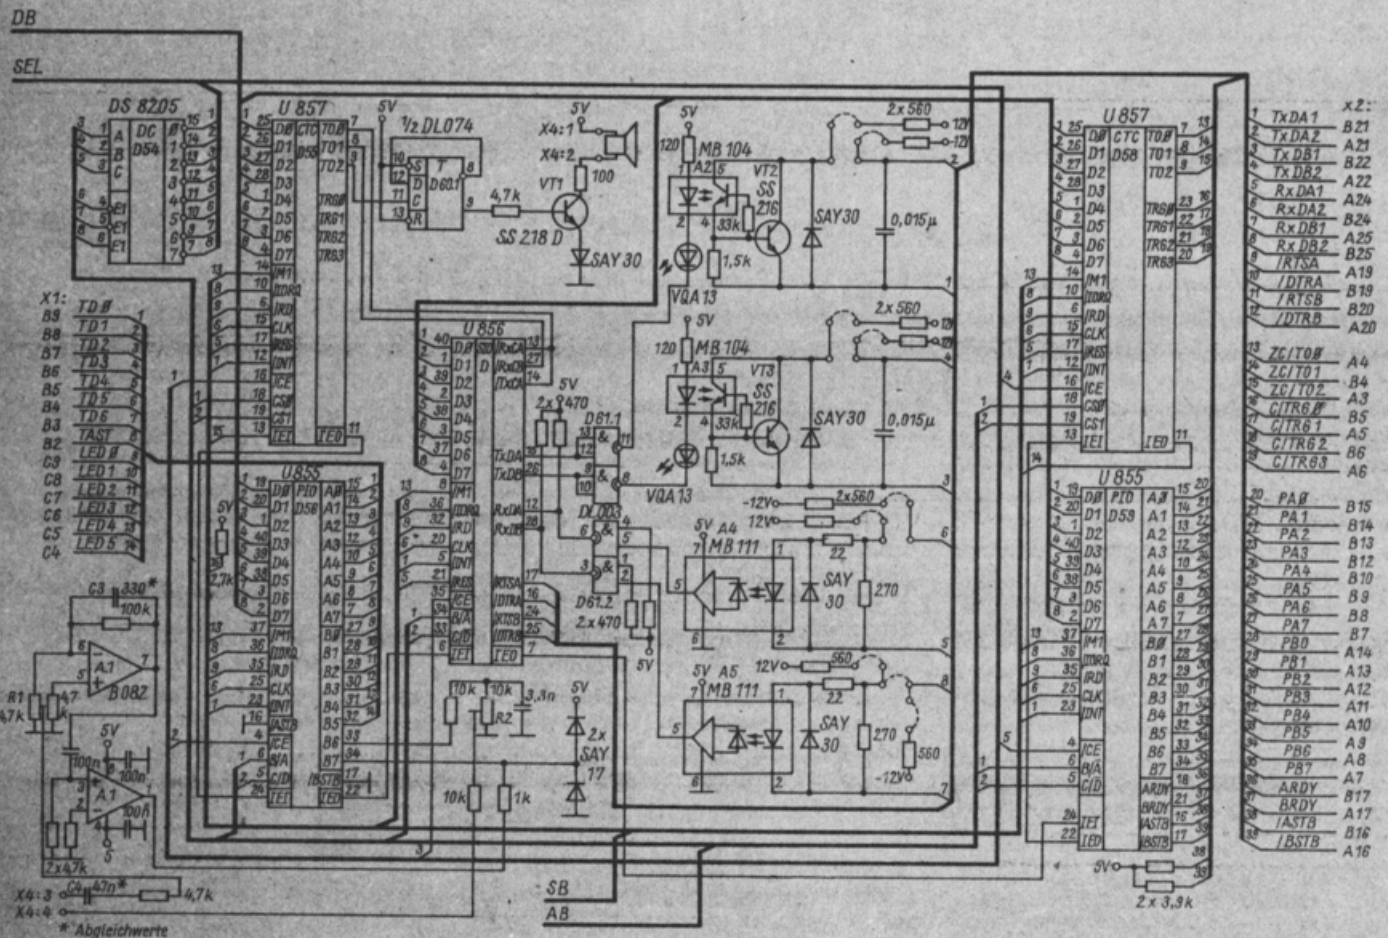

Bild 3: Stromaufplan der zentralen Platine - Input/Output-Seite
2.2. Input/Output-Seite (Bild 3)